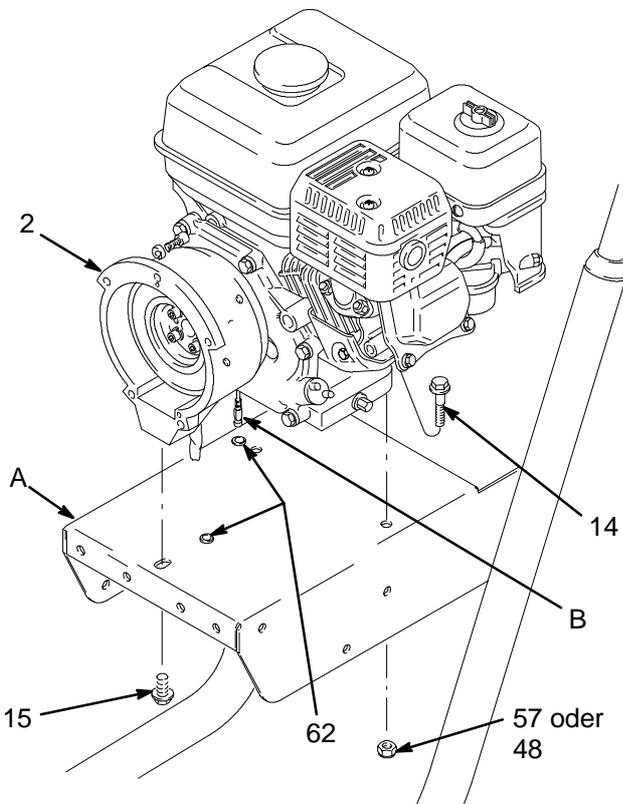

Abb. 17
1. Unter der Montageplatte (A) des Fahrgestells die Schraube (15) lösen, mit der das Kupplungsgehäuse (2) am Fahrgestell befestigt ist. Siehe Abb. 17.
2. Ebenfalls unter der Montageplatte die beiden Sicherungsschrauben (48 oder 57) lösen und die Schrauben (14) aus der Bodenplatte des Motors ziehen. Rotes Kabel (D) vom Motorkabel (B) abziehen. Schwarzes und weißes Kabel (29) vom Stator abziehen. Die Kabel vorsichtig durch die Tüllen (62) ziehen, bevor der Motor abgenommen wird. Siehe Abb 17 und 18.